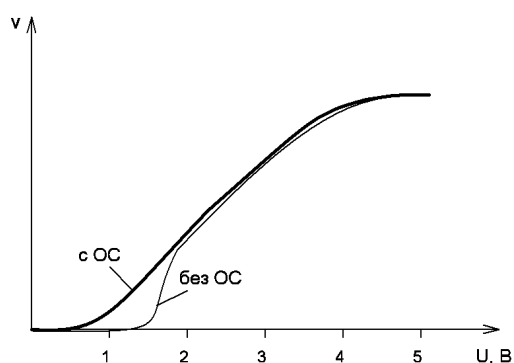

Рисунок 5.6 – Зависимость скорости вращения вала двигателя от напряжения на выводе «Скорость» с цепью обратной связи и без неё
**«Скорость».** Вход задания скорости вращения вала двигателя. Модуль осуществляет стабилизацию скорости вращения вала двигателя при изменения амплитуды напряжения питания. При установленной скорости вращения менее 50 % от максимальной скорость меняется не более  $\pm 5\%$ , при изменении напряжения питания  $\pm 50\%$ . При максимальной установленной скорости стабилизация осуществляется только при увеличении амплитуды напряжения питания (скорость меняется не более  $+5\%$ , при увеличении амплитуды не более  $+50\%$ ). Диапазон регулирования скорости лежит в пределах 0,5...4,5 В для вариантов управления «А», «Б», «В», «Г» и для других вариантов с введением во внешнюю схему управления обратной связи (см. рис.5.1 – 5.4). Если обратная связь для вариантов управления «Д», «Е», «Ж», «И» отсутствует (установлена переключка, как указано пунктиром на рис.5.1 – 5.4), то диапазон регулирования скорости будет лежать в пределах 1,5...4,5 В. Зависимость скорости вращения вала двигателя от напряжения на входе «Скорость» представлена на рис.5.6 и рис.5.7 (для вариантов управления «В» и «Ж»).